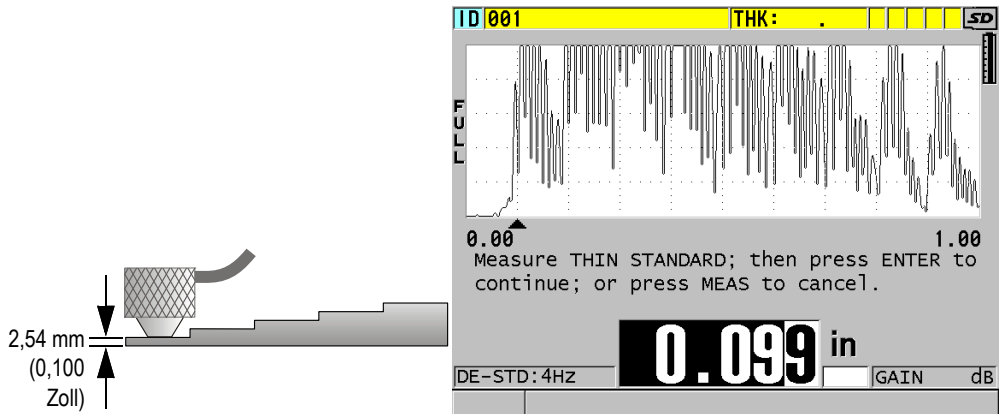

Abbildung 5-5 Justierung des Nullpunkts mit einem fünfstufigen Justierkörper
2. Verfahren Sie zur Justierung des Nullpunktes wie folgt (siehe Abbildung 5-5 auf Seite 87):